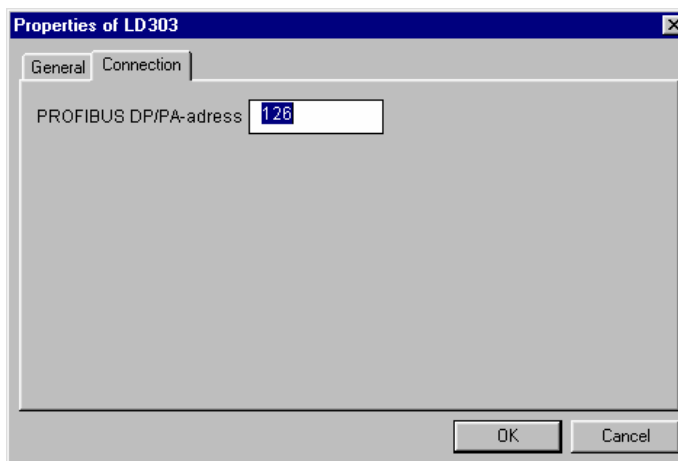

Figura 2.6 - Propriedades do Simatic PDM
- 1- Ao criar a pasta do equipamento deve-se fixar o seu endereço (Figura 2.6);